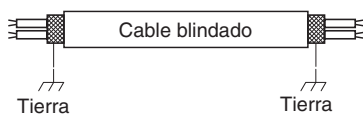

Fig. 4-6
- (5) Emplee cables apantallados para el cableado de control entre unidades (c) y ponga a tierra el apantallado de ambos lados, porque si no lo hace así, podría producirse un funcionamiento erróneo debido al ruido. (Fig. 4-6)